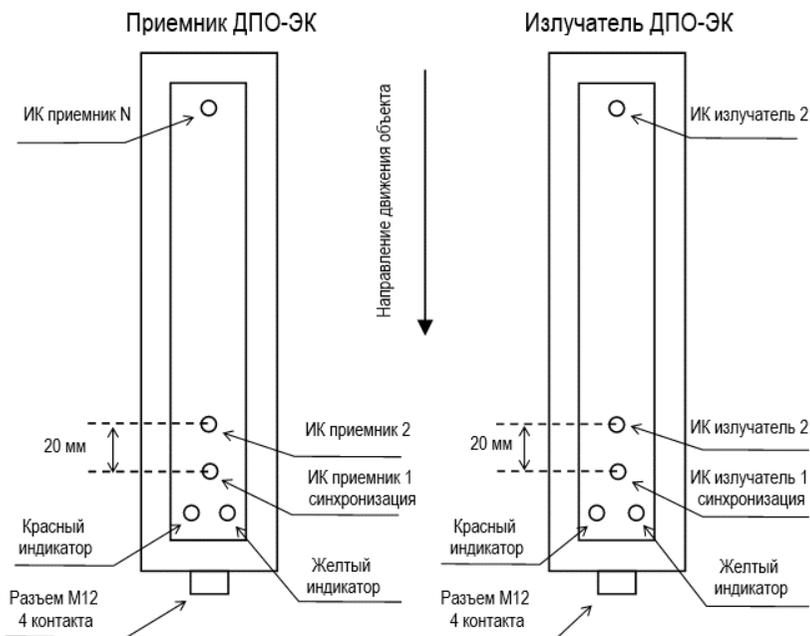

Рисунок 3 - Расположение индикаторов и луча синхронизации
3.3 Многолучевая оптическая линейка ДПО-ЭК20 состоит из излучателя, работающего в инфракрасном диапазоне и приемника, принимающего инфракрасное излучение. Изделие предназначено для формирования унифицированного токового сигнала 4 – 20 мА в зависимости от количества перекрытых лучей. Особенностью данного изделия является то, что синхронизация излучателя и приемника осуществляется по одному из оптических каналов (лучей), поэтому объект воздействия не должен перекрывать луч синхронизации. На рис. 3 показано расположение индикаторов и канала синхронизации.